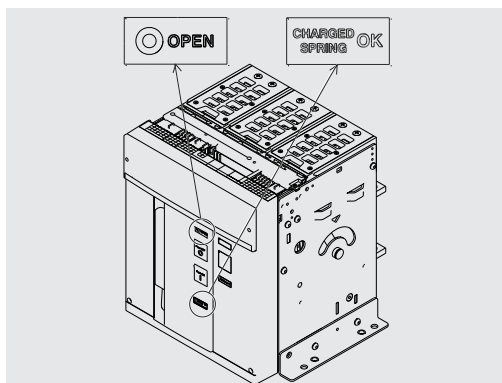

Рис. 24
3. Убедиться, что автоматический выключатель разомкнут (соответствующий индикатор находится в положении «O - OPEN») и что пружины включения находятся во взведенном состоянии (индикатор состояния пружин имеет вид «желтый - CHARGED SPRING»), как показано на Рис. Рис. 24.